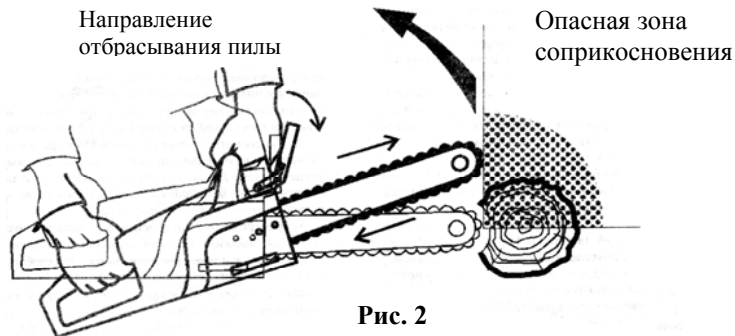

Рис. 2
- 4.6. Тормозное устройство состоит из рычага тормоза поз. 10, ленточного тормоза и системы рычагов, установленных в крышке поз. 11. При возникновении аварийной ситуации (отбрасывании пилы на работающего человека) происходит самопроизвольное нажатие левой рукой рычага тормоза (рис. 2). При этом рычаг тормоза приводит в действие ленточный тормоз, который мгновенно стопорит движение пильной цепи и отключает электродвигатель от сети, для включения тормозного устройства необходимо поставить рычаг тормоза в исходное положение.
- пиление концом пильного аппарата (рис. 2);